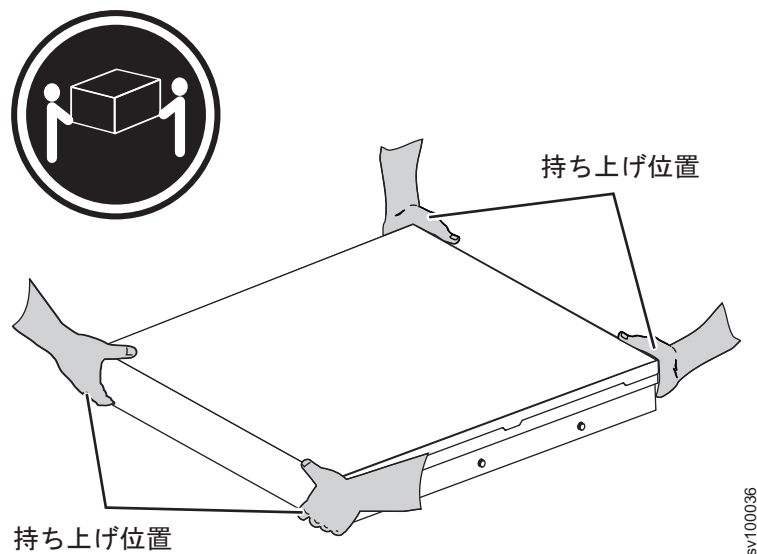

図 44. ラックから 2145-SV1 ノードを持ち上げる
ラックから SAN ボリューム・コントローラー 2145-SV1 ノードを取り外すには、以下のステップを行います。サーバーを持ち上げるときには、必ず 2 人必要です。手の位置は、64 ページの図 44 に示すようにします。
5. 図 44 に示すように、ノードを持ち上げて、しっかりした平面に置きます。